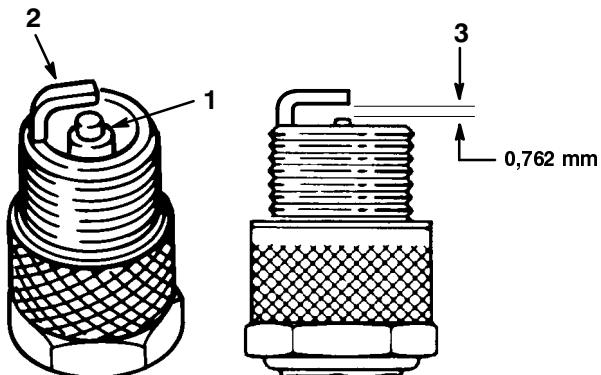

Bild 24
- Sehen Sie sich die Mitte der Zündkerze(n) an (Bild 24). Wenn der Kerzenstein hellbraun oder grau ist, ist der Motor richtig eingestellt. Eine schwarze Schicht am Kerzenstein weist normalerweise auf einen schmutzigen Luftfilter hin.
- Prüfen Sie den Abstand zwischen den mittleren und seitlichen Elektroden (Bild 24). Verbiegen Sie die seitliche Elektrode (Bild 24), wenn der Abstand nicht stimmt.